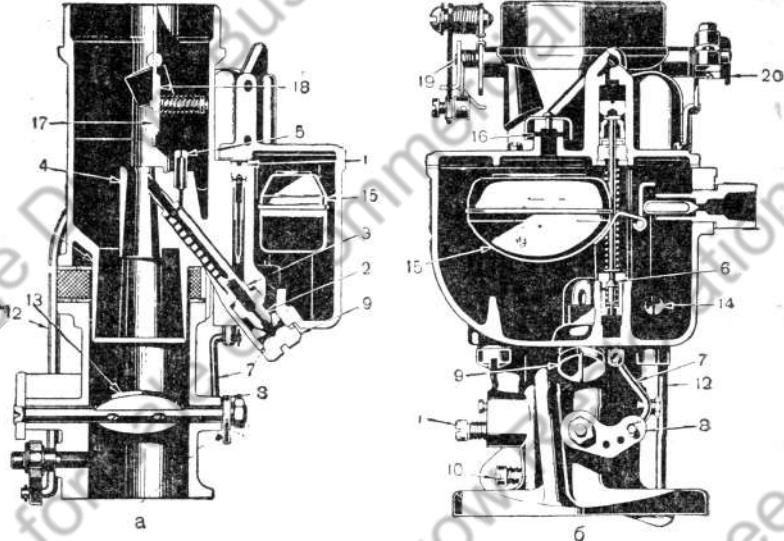

Рис. 13. Карбюратор: а — продольный разрез; б — поперечный разрез:
На рис. 13 показаны продольный и поперечный разрезы карбюратора.
На холостом ходу и при небольших начальных открытиях дросселя смесеобразование обеспечивается жиклером 1 (рис. 13) холостого хода.
На рис. 13 показано звено 7, соединённое с «зимним» (крайним) отверстием. В этом положении звена подача бензина будет наибольшая. Летом звено должно быть переставлено в среднее отверстие и в особо жаркую погоду в отверстие, ближнее к оси. При этих положениях звена уменьшается подача бензина.
1. Упорным винтом 10 (рис. 13) на рычаге дроссельной заслонки отрегулировать число оборотов двигателя так, чтобы двигатель работал на возможно малых, но устойчивых